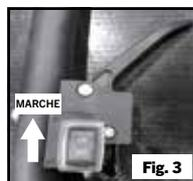

Fig. 3
2. Déplacez l'interrupteur d'allumage marche/arrêt à la position « MARCHE » (on) (voir figure 3).